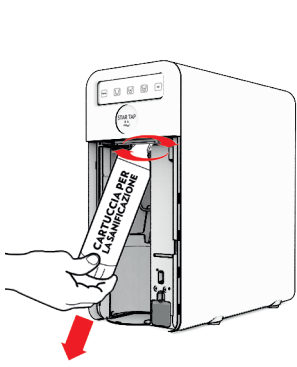

Fig. 2-29
30.12 - Rimuovere la cartuccia ruotandola in senso antiorario fino alla completa estrazione, vedi Fig. 2-29.